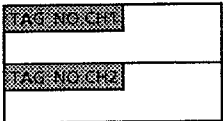

図4.3 タグナンバー
- (3) カード タグナンバーラベル (図4.3参照) 16枚
- (1) リレー入出力カード タグナンバーラベル (図4.3参照) 1枚 / カード